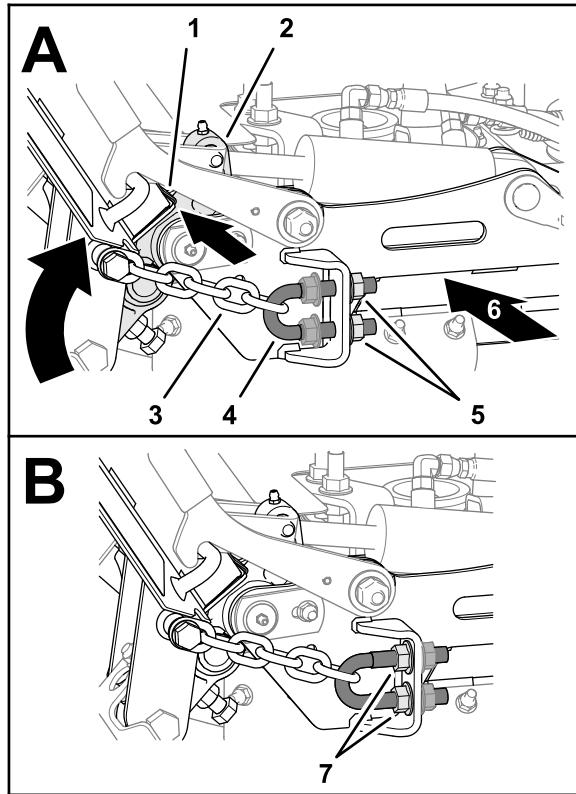

Figura 36
3. Na parte posterior da plataforma, aperte as porcas flangeadas serradas interiores até que as correntes fiquem tensionadas (Figura 36).
4. Enrosque as porcas flangeadas serradas (Figura 36) e aperte-as com 103 to 127 N·m.